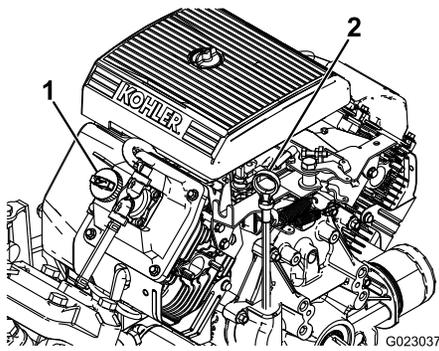

Рисунок 40
2. Выньте масломерный щуп и протрите его чистой ветошью (Рисунок 40). Вставьте масломерный щуп в трубку и убедитесь, что он вставлен до упора. Выньте щуп и проверьте уровень масла.
- Если уровень масла низкий, снимите крышку заливной горловины с крышки клапана (Рисунок 40) и залейте масло в отверстие до отметки Full (Полный) на щупе. Медленно заливайте масло и во время этого процесса часто проверяйте уровень. Не допускайте переполнения.
- Медленно залейте примерно 80% указанного количества масла в маслосливную горловину (Рисунок 40).